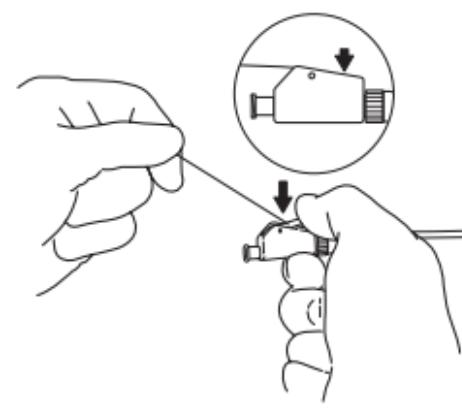

Fig. 2
- b. Mantendo a tração sobre a sutura, empurre a alavanca de fixação com ressalto para baixo até sentir um clique. A ansa distal do stent está agora fixa na sua posição. (**Fig. 2**)